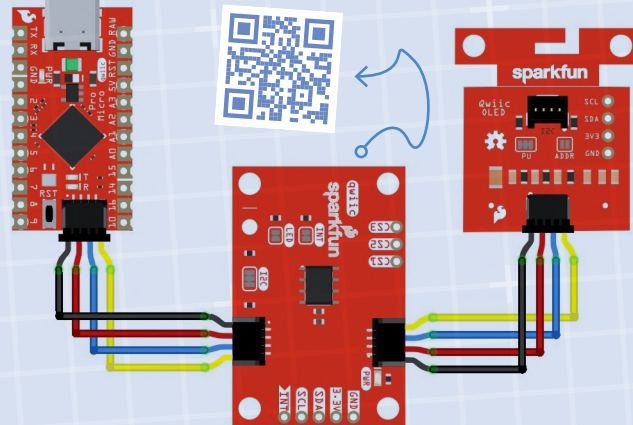

Figure 4. Connexion de la carte pour « Saisie tactile capacitive pour tous ».
**i** Circuit : **Fig. 4** ; Code du programme : **Lien [3]**.